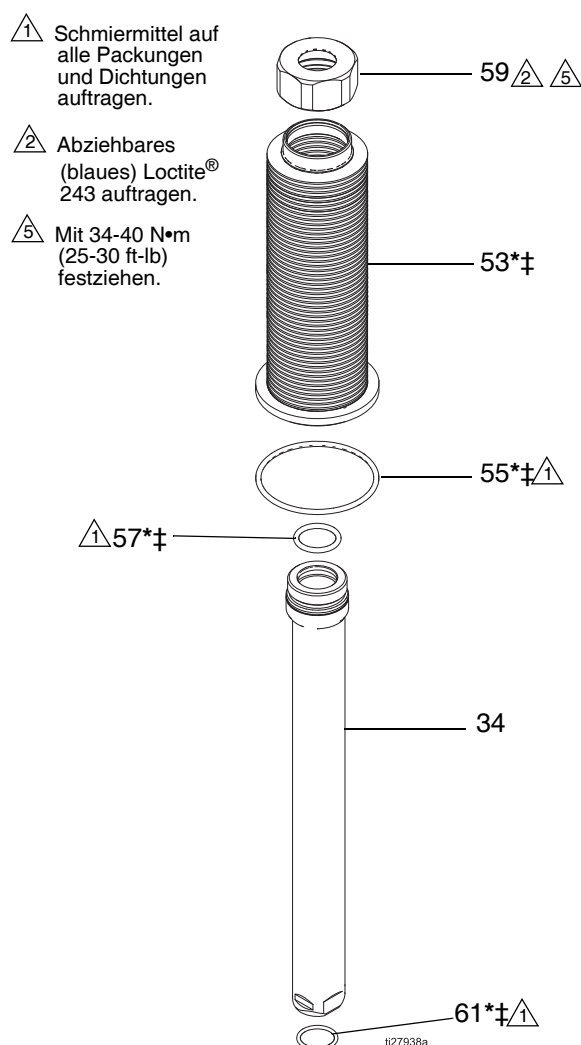

ABB. 4. Faltenbälge demontieren oder zusammenbauen
- O-Ring (55) des Balgs entfernen.
- Balgbaugruppe aus der Balgkammer (45) entfernen.
HINWEIS: Die Balgbaugruppe enthält die Balgmutter (59), den Balg (53), O-Ringe (57 und 61) und die Balgmuffe (34). Für den Ausbau, siehe Anleitung auf Seite 8 und ABB. 4 auf Seite 9.
- Die vier Kopfschrauben (40) und im Bodenbereich der Balgkammer (45) entfernen. Den Balg gerade aus dem Materialauslassgehäuse (16) herausheben. Die Kolbenstange (17) nicht beschädigen.
Siehe ABB. 4, Seite 9.
7. O-Ring (55) des Balgs entfernen. Siehe ABB. 4, Seite 9.
8. Balgbaugruppe aus der Balgkammer (45) entfernen. O-Ring (57) entfernen.
9. Bei einem Ausfall des Balgs ist auch das Entlüftungsventil (26) von der oberen Platte zu entfernen. Verstopfungen durch Farbe im Materialweg entfernen.